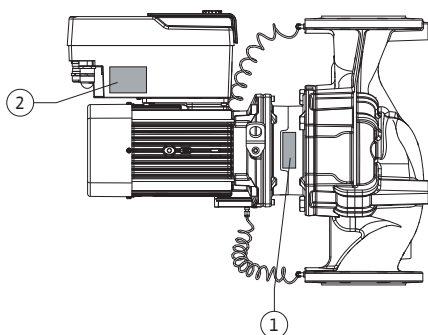

Fig. 2: Placas de características
**Placa de características (Fig. 2)**